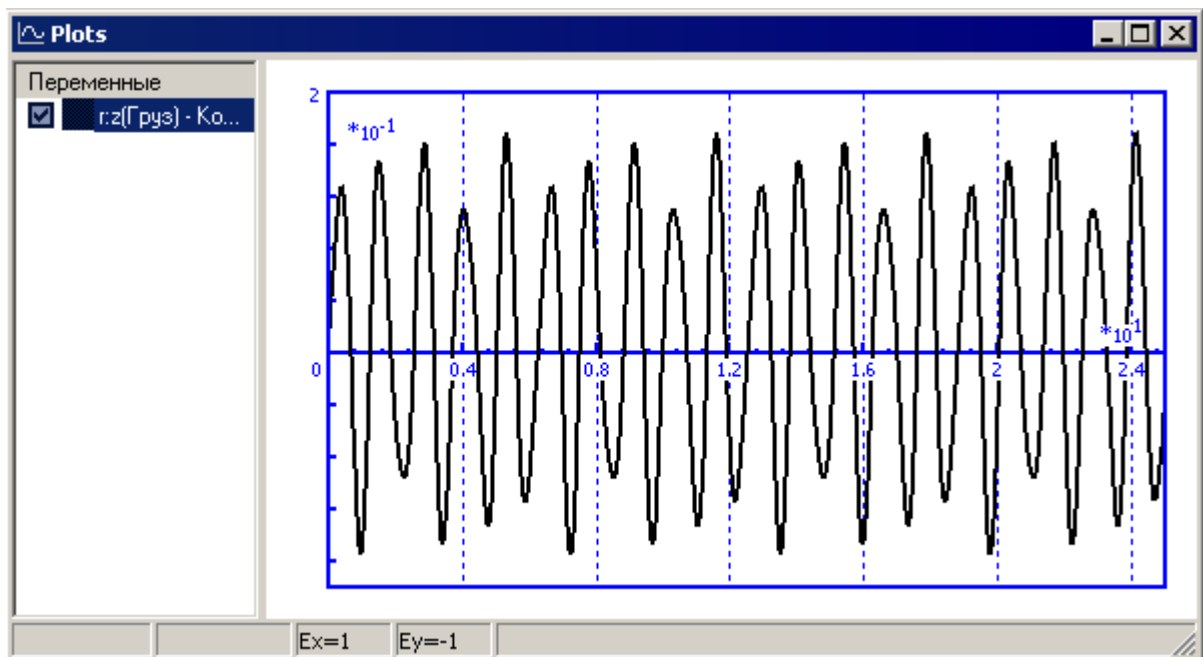

Рис. 2.13. Вынужденные колебания: частота точки подвеса пружины 8 рад/с
4. Запустите моделирование. Теперь вы видите, что точка подвеса пружины также совершает колебания. График положения груза в проекции на вертикальную ось представлен на рис. 2.13.